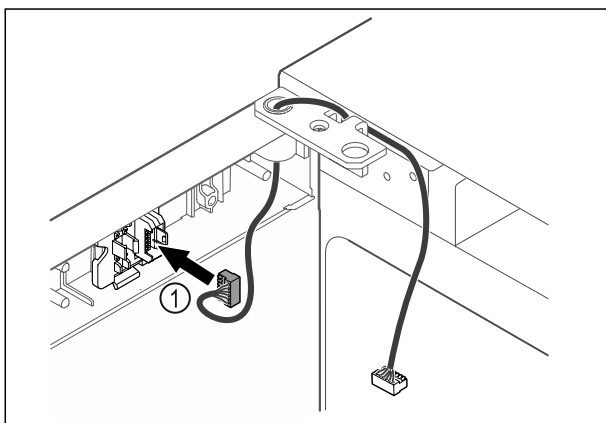

Fig. 45
- Insérer le connecteur Fig. 45 (1) dans le support.